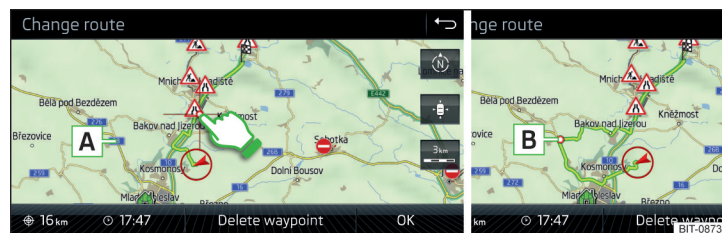

Fig. 237 Cambio de ruta en el mapa / Punto de paso de la ruta
- Tocando la pantalla en el área de ruta y desplazar el cruce sobre el lugar deseado en el mapa (p.ej.  » fig. 237).
El punto de paso  es insertado en la ruta » fig. 237.